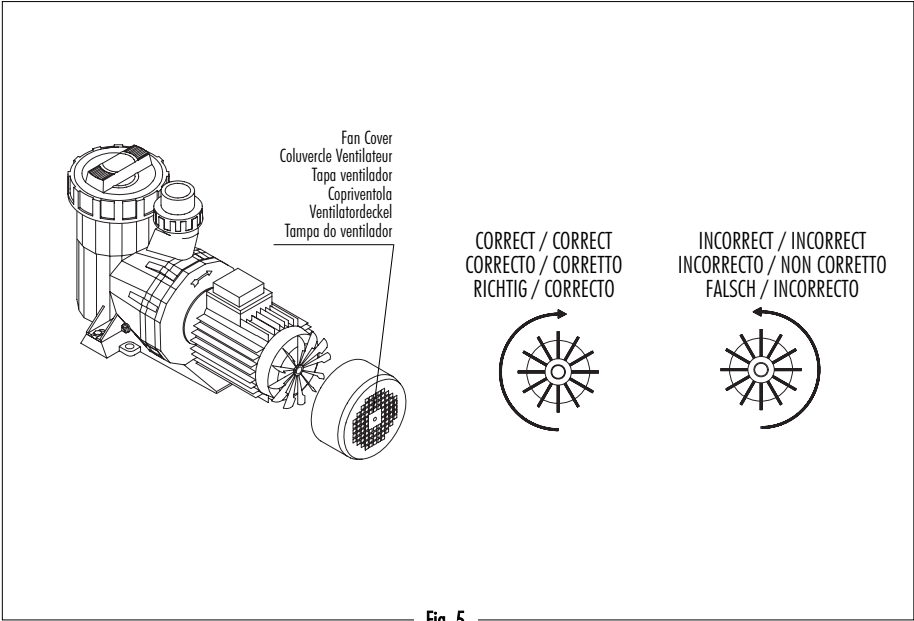

Fig. 5
- Comprovar que o sentido de rotação do motor é o correcto, através do ventilador situado na parte traseira do motor, que pode ser observado através do óculo na tampa do ventilador (Fig. 5).